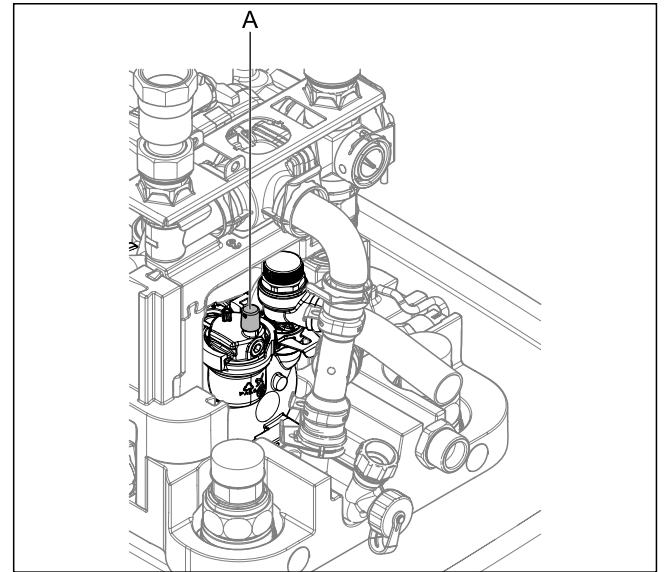

Fig. 9-8 Soltar la tapa del purgador
- 2 Asegurarse de que la tapa del purgador automático (Fig. 9-8, pos. A) esté abierta.
- 1 Asegurarse de que la tapa del purgador automático (Fig. 9-8, pos. A) esté abierta.